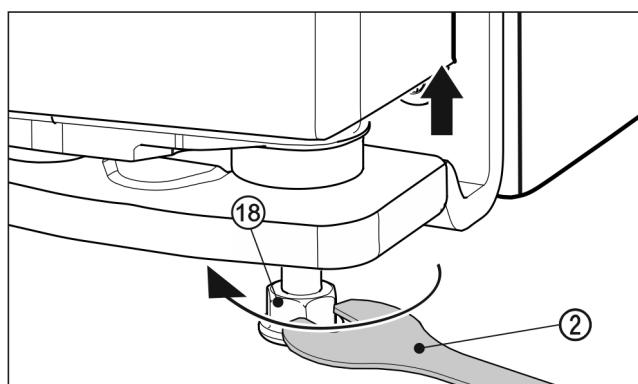

Fig. 25
- K nadzdvihnutí dvířek vyšroubujte seřizovací nožku Fig. 25 (18) přiloženým rozvidleným klíčem Fig. 25 (2) směrem doprava, až se dotkne země. Poté otáčejte dál, až budou dvířka ve správné výšce. V dodaném stavu je ložiskový čep zcela zašroubovaný.